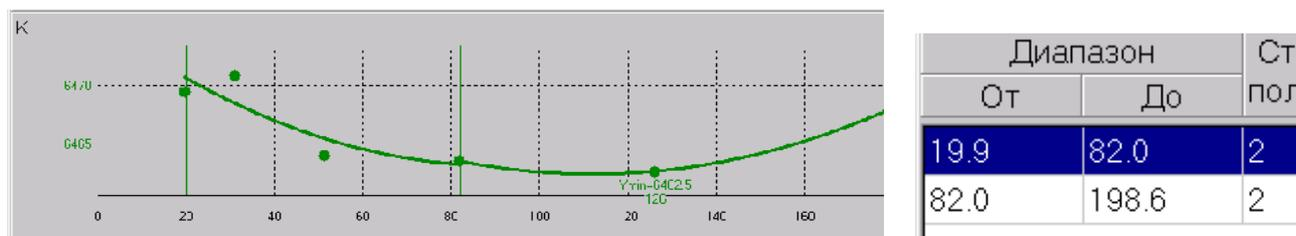

Рис. 44
- нажать кнопку **График**, выбрать **Добавить** (**Удалить**). При этом в таблице аппроксимации автоматически добавляется или удаляется граница разбиения на интервалы (Рис. 44).